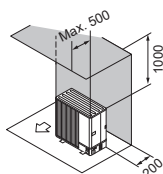

Abb. 2-10
- (2) Hindernisse oder unzugängliche Oberfläche nur auf Rück- und Oberseite (Abb. 2-10)